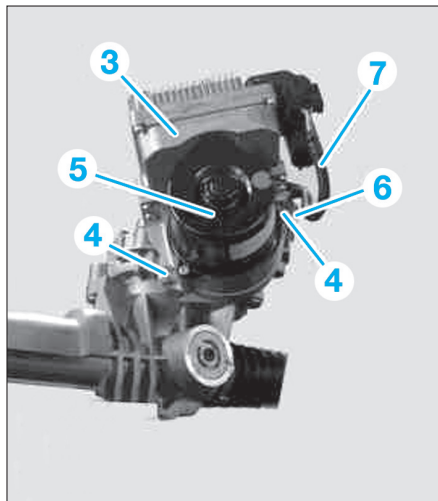

FIG. 15
- Débrancher les connecteurs du calculateur de direction (3).
- Déposer les vis (4) de l'unité de commande moteur (5) (Fig.15).